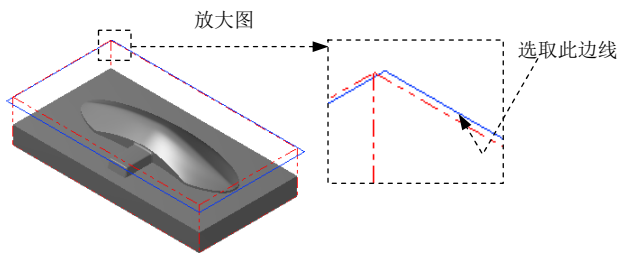

图 9.14 选取切削范围边线
(2) 设置加工边界。在 **Containment boundary** 区域中单击 **✕** 按钮, 系统弹出“串连选项”对话框。在图形区中选取图 9.14 所示的边线, 单击 **✓** 按钮, 系统返回至“刀具路径的曲面选取”对话框。
(3) 单击 **✓** 按钮, 完成加工区域的设置, 同时系统弹出“曲面粗加工等高外形”对话框